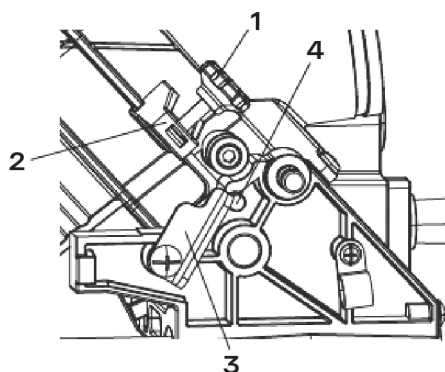

рис. 20
1. Перемещая режущий блок вверх, вращать стопорную ручку (1) против часовой стрелки, пока ручка не выйдет из нижней части стопорного блока (2) (рис. 20).
2. Повернуть стопорную пластину (3) по часовой стрелке до контакта с упорным стержнем (4).